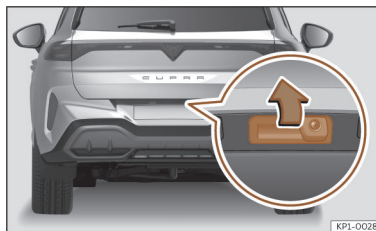

Fig. 81 Porta da bagageira: abertura a partir do exterior.
- **Abriu:** faça uma ligeira pressão na pega. Abre-se automaticamente >>> **Fig. 81.**